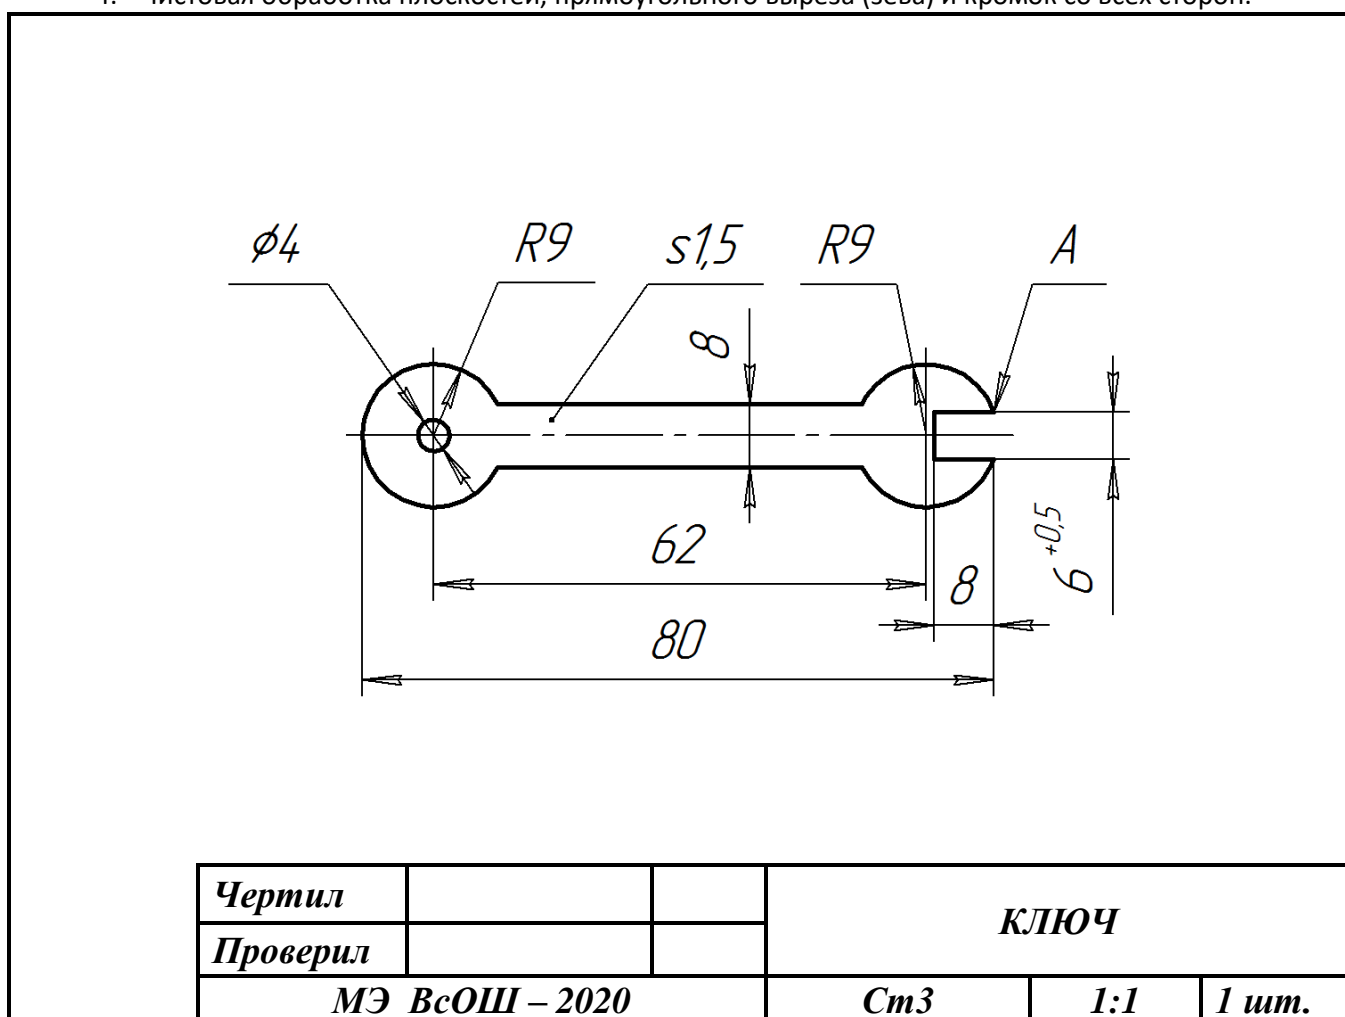

Рис. 1. Чертеж ключа для металлического конструктора
1. По чертежу изготовить ключ для металлического конструктора (рис. 1).